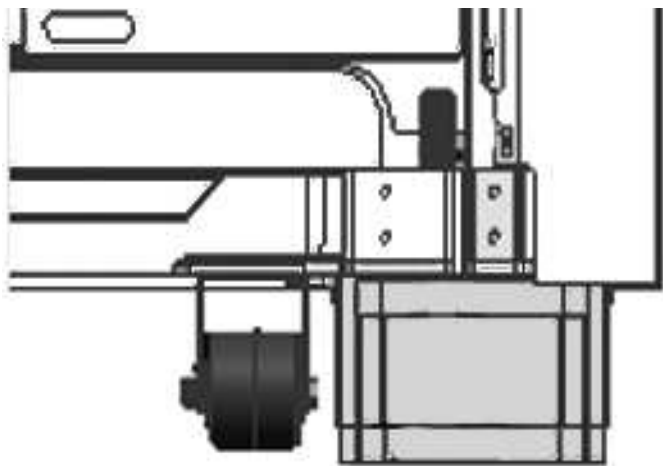

Figura 25: Cubiertas De Patas Instaladas
4. Deslice la pieza exterior hacia arriba dejándola pieza interior descansar en el piso. La otra pieza tiene muescas (que no se pueden ver) en las que la pieza más ancha debe engancharse. Debería sentir un chasquido indicando que el dispositivo está fijado correctamente (Figura 25).